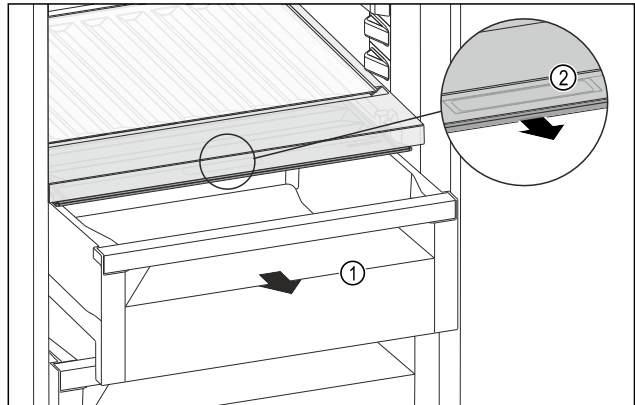

Fig. 219
- ▶ Schubfach Fig. 219 (1) herausziehen.
- ▶ Griffmulde Fig. 219 (2) am Fachdeckel anfassen und Fachdeckel gleichzeitig nach vorne ziehen.